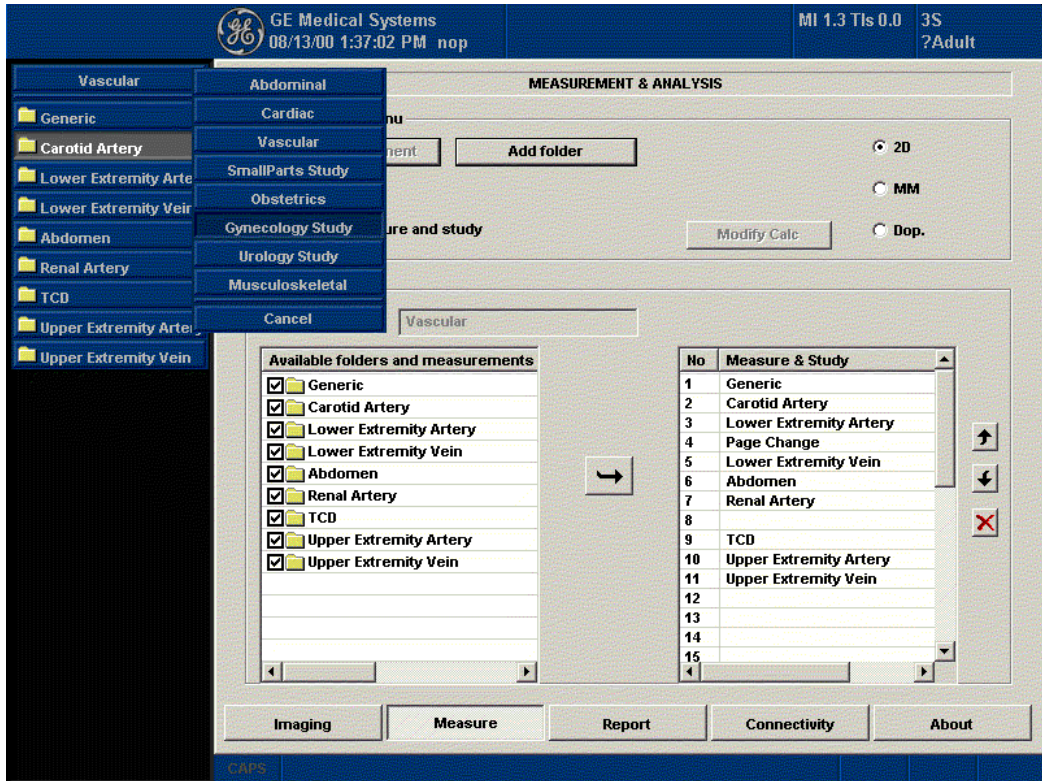

Рис. 7-5. Выбор категории обследования
2. Нажмите клавишу **Set** (Установка). Система отобразит перечень категорий обследования. См. Рис. 7-5 на стр. 7-15.